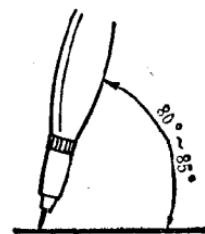

图7 绘图墨水笔用法
0.9、1.0及1.2毫米几种规格。使用这种笔时，必须使用炭素墨水，绘图时笔尖应倾斜 $80^{\circ}\sim 85^{\circ}$ 为宜（图7）。